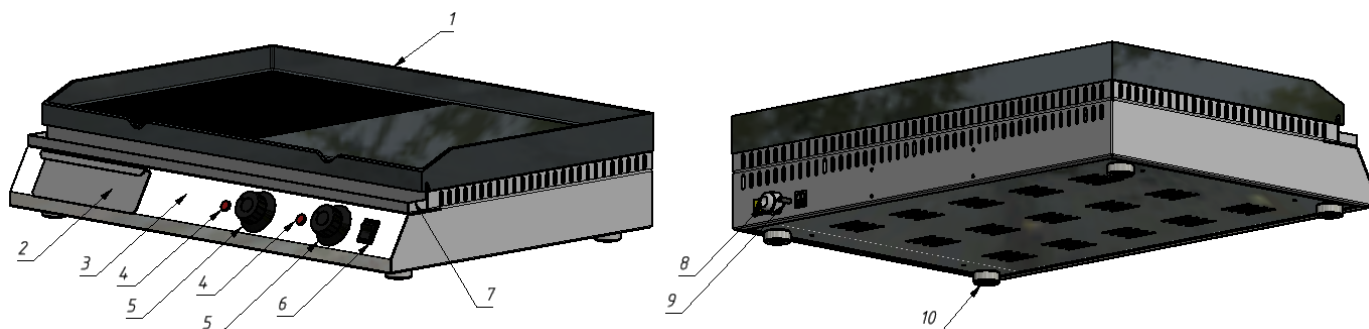

Рисунок 2 – Основные части жарочной поверхности ПЖ/КБ
7.4. Оборудование следует установить с соблюдением ГОСТ 12.2.124-90 «Оборудование продовольственное. Общие требования безопасности». Присоединить заземление корпуса плиты к заземляющему контуру помещения согласно ГОСТ 27570.0-87 с помощью шпильки заземления (поз. 9, рис. 2).
8.1. Включить кнопку включения питания (поз. 6, рис. 2). Для осуществления нагрева жарочной поверхности повернуть ручку терморегулятора (поз. 5, рис. 2) и
выставить требуемую температуру. О нагреве ТЭНа свидетельствует сигнальный индикатор (поз. 4, рис. 2). После достижения выставленной температуры сигнальный индикатор погаснет.